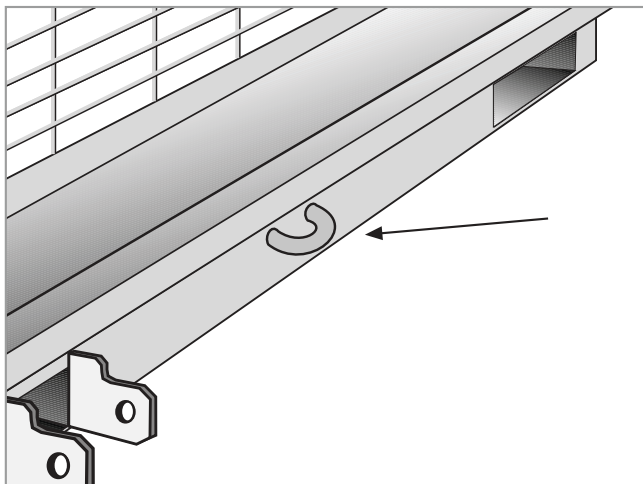
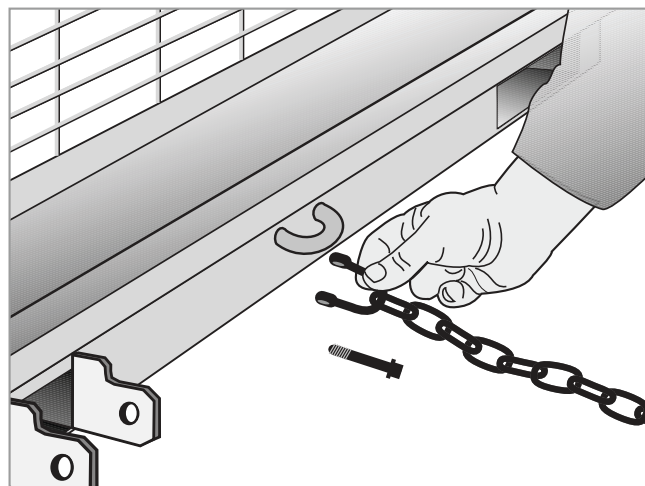

Fig. 5.2.7
Fig. 5.2.8
- Fissare la catena all'anello posto sul lato inforcabile del contenitore (**fig. 5.2.7**) per mezzo del cavalletto (**fig. 5.2.8 e 5.2.9**) stringendo bene la vite che lo chiude; a questo punto è possibile inforcare il contenitore per assicurarlo alle pale.